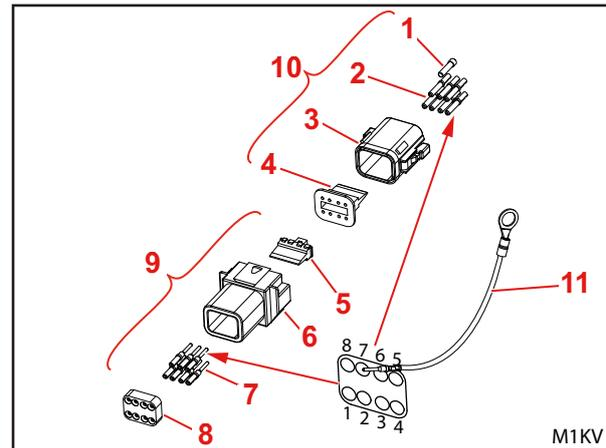

Abb. 6 Buchsengehäuse und Steckergehäuse montieren
- (1) PG-Verschraubung und Kappe auf Kabel schieben.
- (2) Buchsenkontakte an den einzelnen Adern anbringen (siehe Abb. 6).
- (3) Buchsenkontakte im Gehäuse an den Positionen 1 bis 7 einsetzen (siehe Abb. 6).
- (4) Blindstopfen an Keil einsetzen (siehe Abb. 6).
- (5) Keil einstecken und festdrücken (siehe Abb. 6).